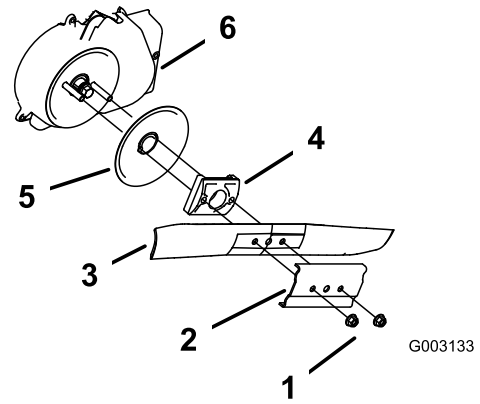

Рисунок 37
3. Отверните 2 гайки крепления ножа и прижим (Рисунок 37).
4. Извлеките нож (Рисунок 37).
5. Снимите привод ножа и диск (Рисунок 37).
6. Снимите кожух тормозной муфты ножа (Рисунок 37).
10. Установите снятые ранее нож и прижим (Рисунок 37).